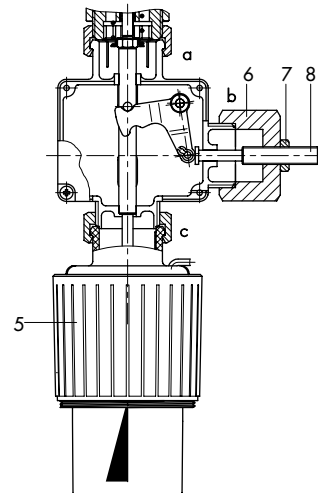

Bild 4 · Doppelanschluss Do3 K, Thermostat Typ 2430 K und Handverstellung
Doppelanschluss Do3 K mit Handverstellung (Bild 4) · zum manuellen Schließen des Ventils oder zur Hubbegrenzung · Anschluss c Regelthermostat, Anschluss b Handverstellung
Der **Doppelanschluss** ist bei den Temperaturreglern zwischen Ventil (1) und Regelthermostat (5) angeordnet. An den Anschlüssen b und c wird jeweils der zusätzliche Regelthermostat (Bild 4) angebaut. Die Handverstellung ist an Anschluss b anzuschließen.
Der Hub der montierten Einheit wirkt direkt (Anschluss c) oder über den Hebel (3) - Anschluss b - auf den Übertragungsstift (4). Dieser bewegt Kegelstange (2) und Kegel. Mit der Kegelstange ist jeweils die Einheit gekuppelt, die den größten Hub aufweist. Die Handverstellung (Bild 4) stellt somit eine Hubbegrenzung dar.